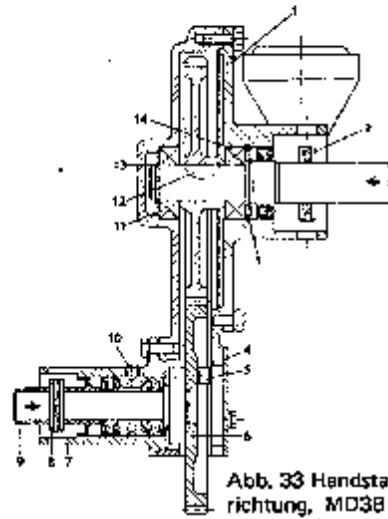

Abb. 33 Handstartvorrichtung, MD3B (spätere Ausführung)
1. Deckel (1, Abb. 33) zusammen mit Zahnrad und Welle abschrauben und abheben.
2. Stift (2) herausschlagen und die Welle in der durch den Pfeil angezeigten Richtung herauspressen.
3. Wenn die Lager (11 und 14) ausgebaut werden sollen, ist zuerst der Sicherungsring (3) zu lösen. Achtung! Der Keil (12) muß abgenommen werden, bevor das Lager (14) ausgebaut wird.
4. Deckel (4) abschrauben und entfernen.
5. Die Schrauben (5) abschrauben und das Zahnrad (6) abstemmen.
6. Hülse (7) abschrauben.
7. Stift (8) herausschlagen und die Hülse (9) abziehen.
9. Sicherungsschraube (10) ausschrauben und die Lager, die Distanzscheibe und den Dichttring herauspressen.